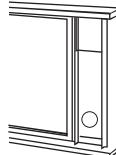

Fig.14
3. Coupez le joint d'étanchéité en mousse (adhésif) à la bonne longueur et collez-le sur le dessus du panneau coulissant. Fig. 14.